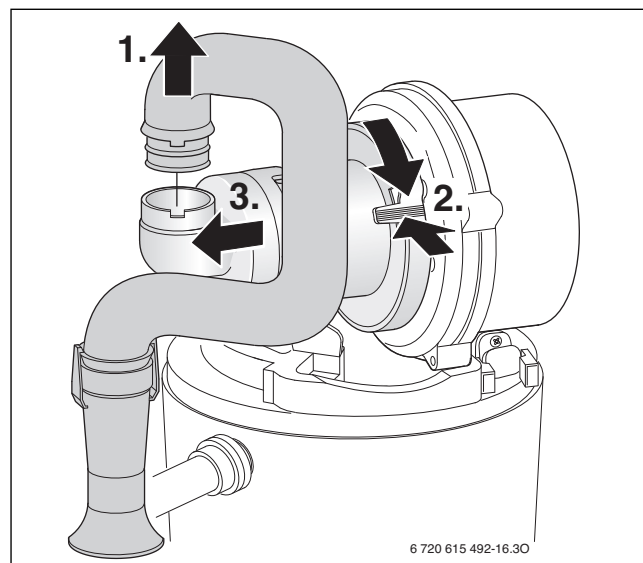

Fig. 45
- ▶ Desmontar o dispositivo de mistura conforme a fig. 45.